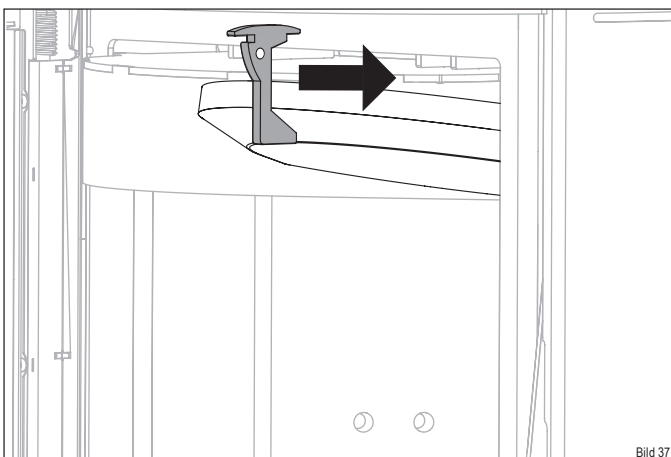

Bild 37
- ▶ Schieben Sie den Thermosteinhalter nach vorne (Bild 37).